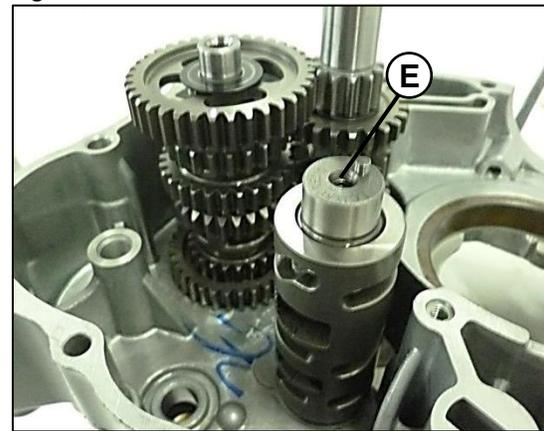

Fig. 17
Cilindro selector de cambios (E). **Fig. 17**